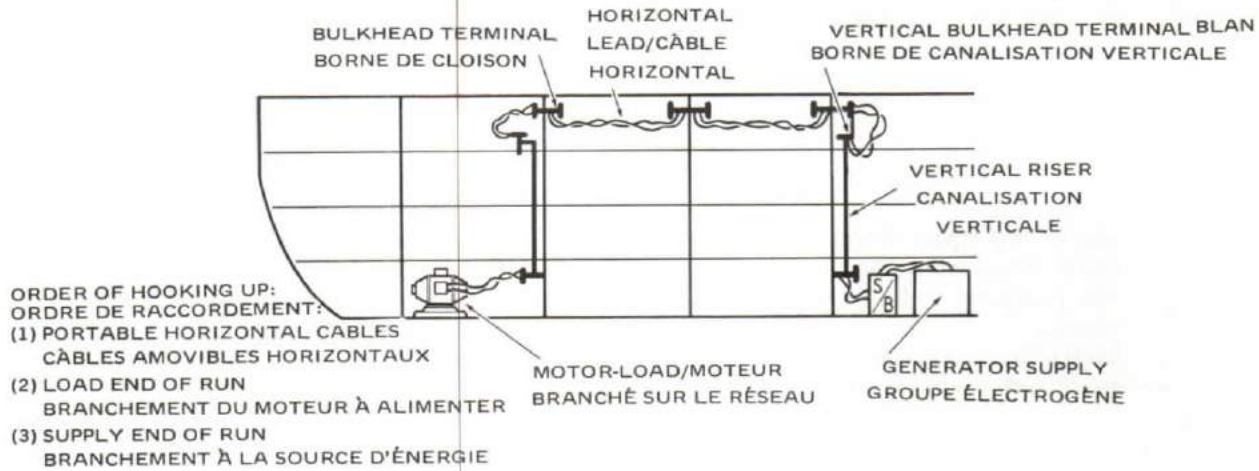

Figure 8-47
5. Connecting Up - HQ1 orders the rigging of casualty power when reports of damage are received from the electrical repair party in the section base. The runs are connected from the equipment to be supplied, back towards the switchboard or generator which will be the source of the power. Before making the final connection, HQ1 is informed and a warning pipe is made before HQ1 gives permission for power to be put on the circuit. This is done to ensure that no one is making a last-minute adjustment when the power is switched on. Figure 8-47 shows a typical casualty power run.
5. Le raccordement. Dès que l'équipe d'électriciens du poste de section a signalé que des avaries se sont produites, le PC 1 donne l'ordre de procéder au raccordement du système d'énergie électrique en cas d'avarie. On branche les câbles de jonction sur les appareils qu'il faut alimenter, puis on relie les câbles au tableau de distribution ou à la génératrice qui fournira l'énergie électrique. Avant d'effectuer le raccordement définitif, il faut prévenir le PC 1; un appel d'avertissement sera alors lancé avant que le PC 1 n'autorise la mise en circuit. On prend cette précaution afin de s'assurer que personne n'est en train de faire une dernière mise au point au moment où l'on établit le circuit. La figure 8-47 donne un exemple d'une installation d'énergie électrique en cas d'avarie.